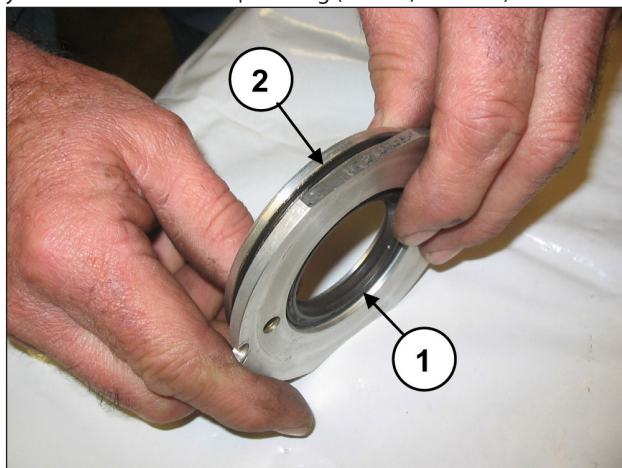

Рис. 141
Замените сальник (поз. ①, Рис. 141) и внешнее уплотнительное кольцо O-Ring (поз. ②, Рис. 141).